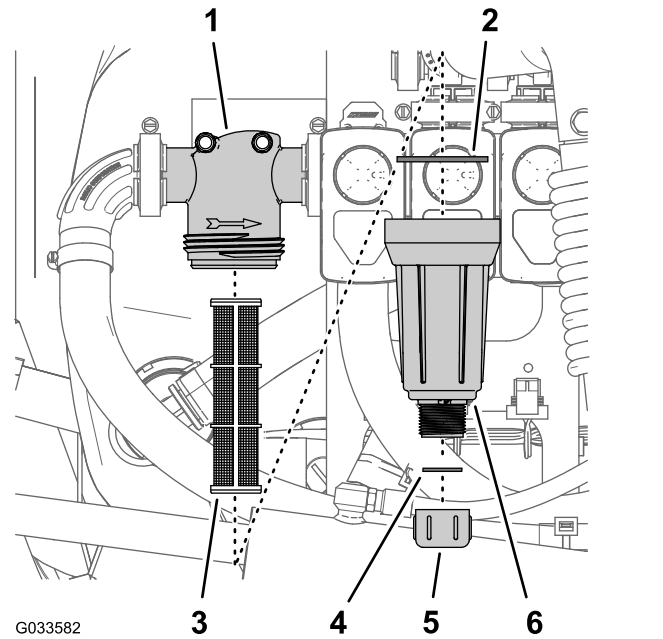

图 106
2. 在压力式滤清器下放置一个排放盘 图 106。
3. 逆时针旋转排油盖然后将其从压力式滤清器的油碗中取出 图 106。
4. 逆时针旋转油碗然后拆下滤清器头 图 106。
5. 拆下旧压力式滤清器的滤芯 图 106。
6. 检查排油塞的垫片在油碗内侧和油碗的垫片在滤清器头内侧是否有磨损和损坏 图 106。
7. 将新的压力式滤清器滤芯安装到滤清器头中 图 106。
8. 将油碗安装到滤头上并用手紧固 图 106。
9. 将排油盖安装到油碗底部的接头上然后用手拧紧排油盖 图 106。